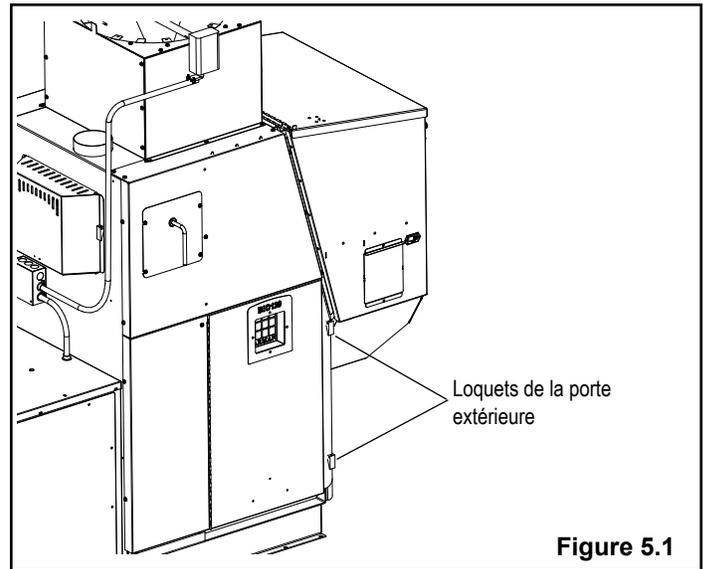
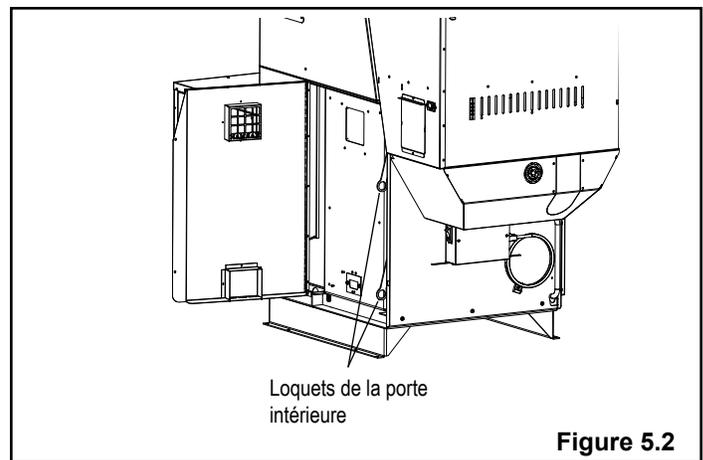
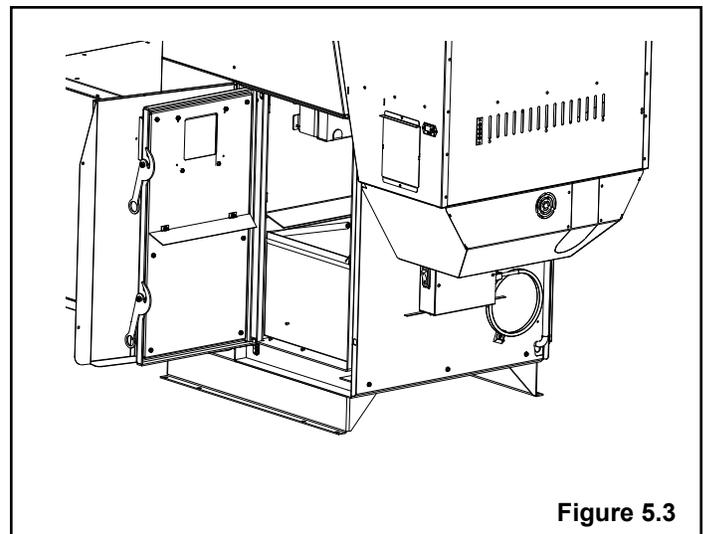

Figure 5.1
Figure 5.2
Figure 5.3
2. **Ouvrez la porte intérieure et la porte extérieure du bac à cendres** comme illustré dans les Figures 5.1 à 5.3 figurant dans les sections de maintenance et réparations du présent manuel.
Soulevez les deux loquets illustrés à la Figure 5.1 et ouvrez la porte extérieure comme illustré à la Figure 5.2. Si le ventilateur de distribution est en marche quand la porte extérieure est ouverte, un peu d'air peut s'échapper par l'ouverture de la porte. Cela ne présente aucun problème, mais la poussière soulevée pendant l'élimination des cendres risque de se disperser.
Soulevez les loquets illustrés à la Figure 5.2 et ouvrez la porte intérieure comme illustré à la Figure 5.3.